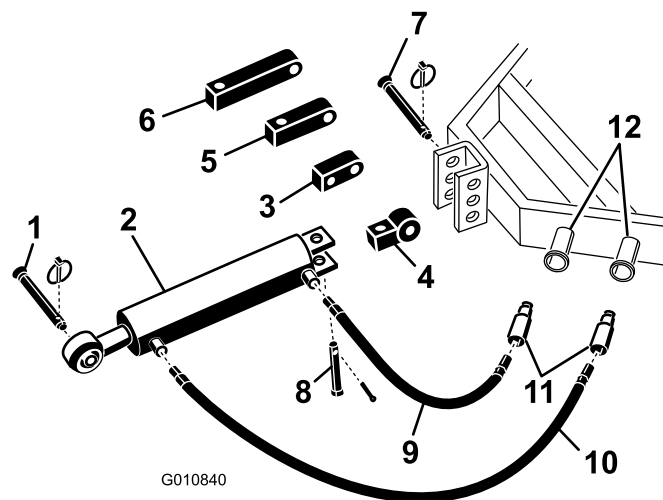

Figura 5
1. Fissate l'estremità della connessione dell'attacco idraulico superiore all'unità motrice per mezzo dei perni forniti con l'unità stessa (Figura 5). Posizionate l'attacco idraulico superiore in modo tale che l'estremità dell'attacco punti verso l'arieggiatore. I punti di collegamento sul cilindro devono essere rivolti sul lato del circuito idraulico ausiliario dell'unità motrice.
Nota: Se dovete posizionare il cilindro con i punti di connessione rivolti verso l'alto, utilizzate la staffa rotante al posto della staffa di montaggio standard (Figura 5).
- A. Rimuovete la coppiglia e il perno che fissano l'innesto di collegamento standard al cilindro (Figura 5). Staccate l'innesto di collegamento dal cilindro.
- B. Installate la staffa rotante sul cilindro usando il perno rimosso in precedenza (Figura 5).
2. Collegate il flessibile idraulico di 107 cm al punto di collegamento sull'attacco idraulico superiore più vicino all'arieggiatore (Figura 5). Per prevenire eventuali perdite applicate sul filetto del flessibile del nastro in Teflon o del sigillante per filetti.
3. Collegate il flessibile idraulico di 76 cm al punto di collegamento sull'attacco idraulico superiore più vicino all'unità motrice (Figura 5). Per prevenire eventuali perdite applicate sul filetto del flessibile del nastro in Teflon o del sigillante per filetti.
Se il cilindro idraulico non arriva alla staffa di montaggio dell'arieggiatore, per collegare il cilindro all'unità motrice usate un innesto di prolunga al posto dell'innesto di montaggio standard (Figura 5).
- B. Installate l'innesto di prolunga della lunghezza desiderata sul cilindro usando i perni rimossi in precedenza (Figura 5).